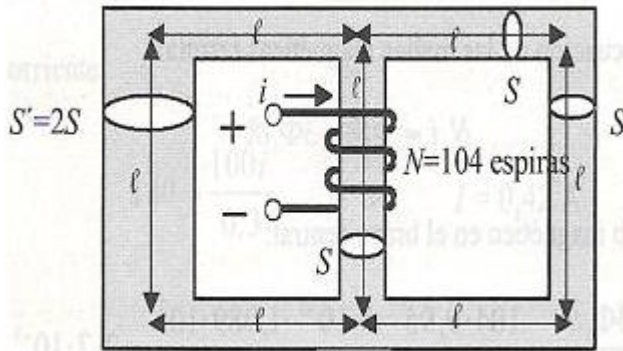

Fig. 6
7.-Calcular la intensidad que debe aplicarse a la bobina del circuito magnético de la Fig.6 para establecer en la columna derecha un flujo de 1 mWb. La permeabilidad relativa se supone que es constante en todos los puntos y cuyo valor es de 400; la sección $S = 10$ cm² es la misma en toda la estructura, excepto en la columna izquierda, que vale 20 cm². La longitud l es igual a 10 cm. Calcular también el flujo en el brazo central.-